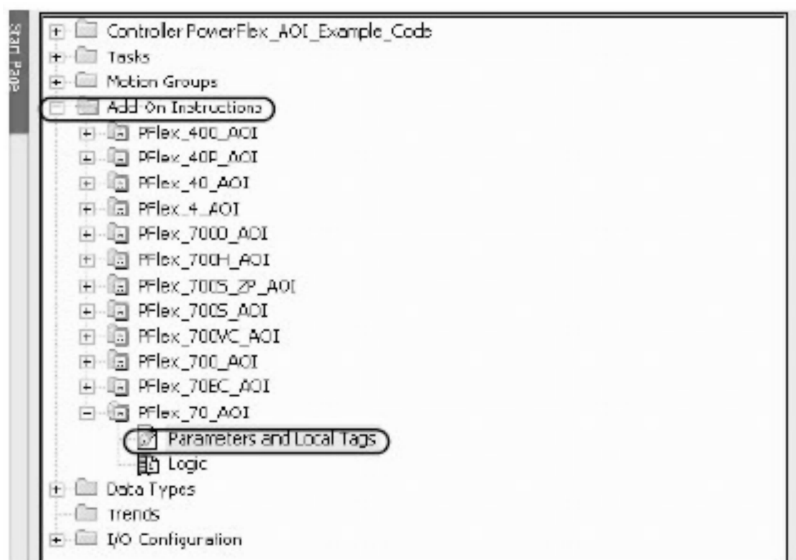

图 24-14 用户自定义指令文件夹
1) 在项目文件 Explorer 窗口中，展开“用户自定义指令”（Add-On Instructions）文件夹，如图 24-14 所示。